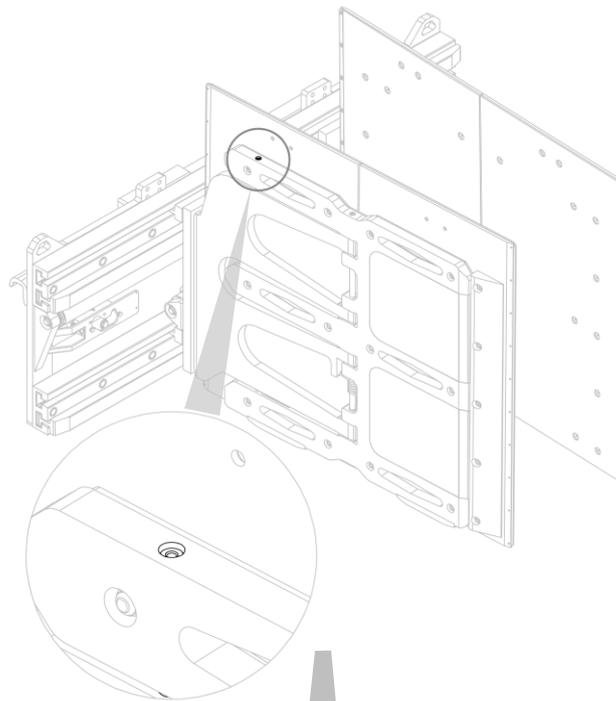
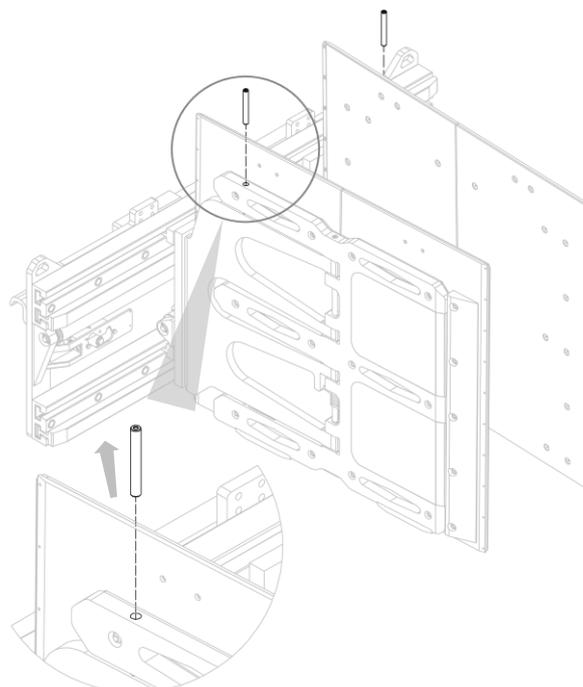

Abbildung 63
Abbildung 64
2. Nehmen Sie die oberen Feststellbolzen zum Schwenken, einen nach dem anderen, ab (siehe *Abbildung 63* und *Abbildung 64*).